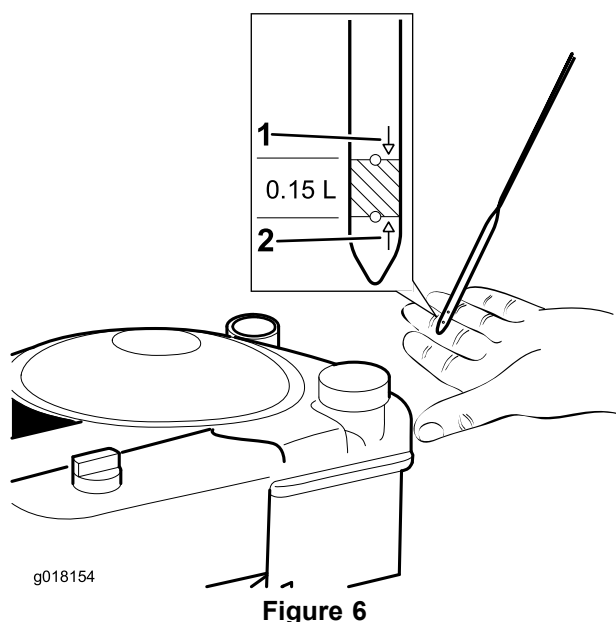

Figure 6
1. Retirez la jauge (Figure 6).
2. Versez **lentement** l'huile dans l'orifice de remplissage, patientez 3 minutes puis vérifiez le niveau d'huile sur la jauge en essuyant cette dernière sur un chiffon propre et en l'insérant à fond dans le tube (Figure 6).
3. Versez de l'huile dans le carter moteur jusqu'à ce que le niveau soit correct sur la jauge, comme illustré à la Figure 6.